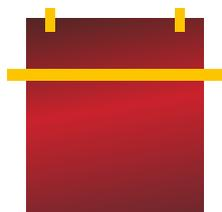

Figure 02
- › A l'aide d'un ruban de masquage ou d'aimants, faire la charnière sur la partie haute, horizontalement et de préférence sur une partie plate. (FIG. 02)